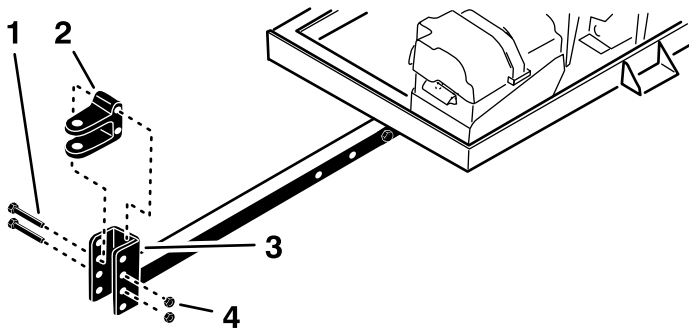

Figura 5
- Rimuovete i 2 bulloni e i 2 dadi di bloccaggio che fissano l'uncino dell'attacco di traino (Figura 5) al tubo dell'attacco di traino.
5. Montate l'uncino dell'attacco di traino al tubo dell'attacco di traino con i 2 bulloni e i 2 dadi di bloccaggio (Figura 5).